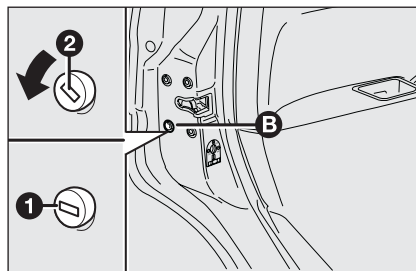

fig. 1
- inserire la chiave di avviamento nel nottolino **B-fig. 1**.